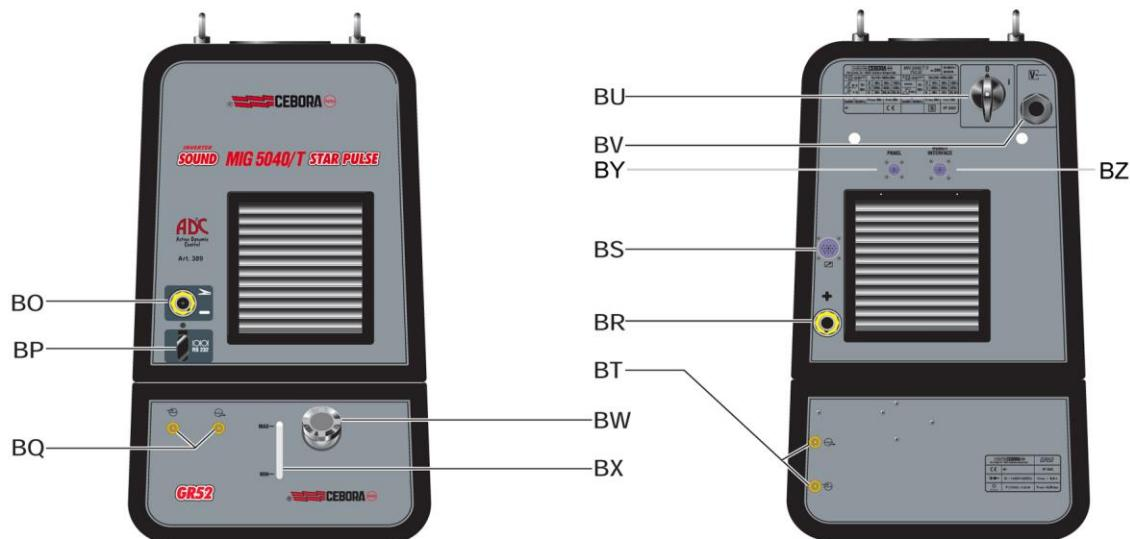

fig. 3
Alimentar el Sistema de Soldadura mediante el interruptor BU del Generador (fig. 3).
3.3 Puesta en marcha Grupo de Enfriamiento (fig 3).
4.2 Descripción generador (fig. 3).
5.2 Descripción Grupo de Enfriamiento (fig. 3).